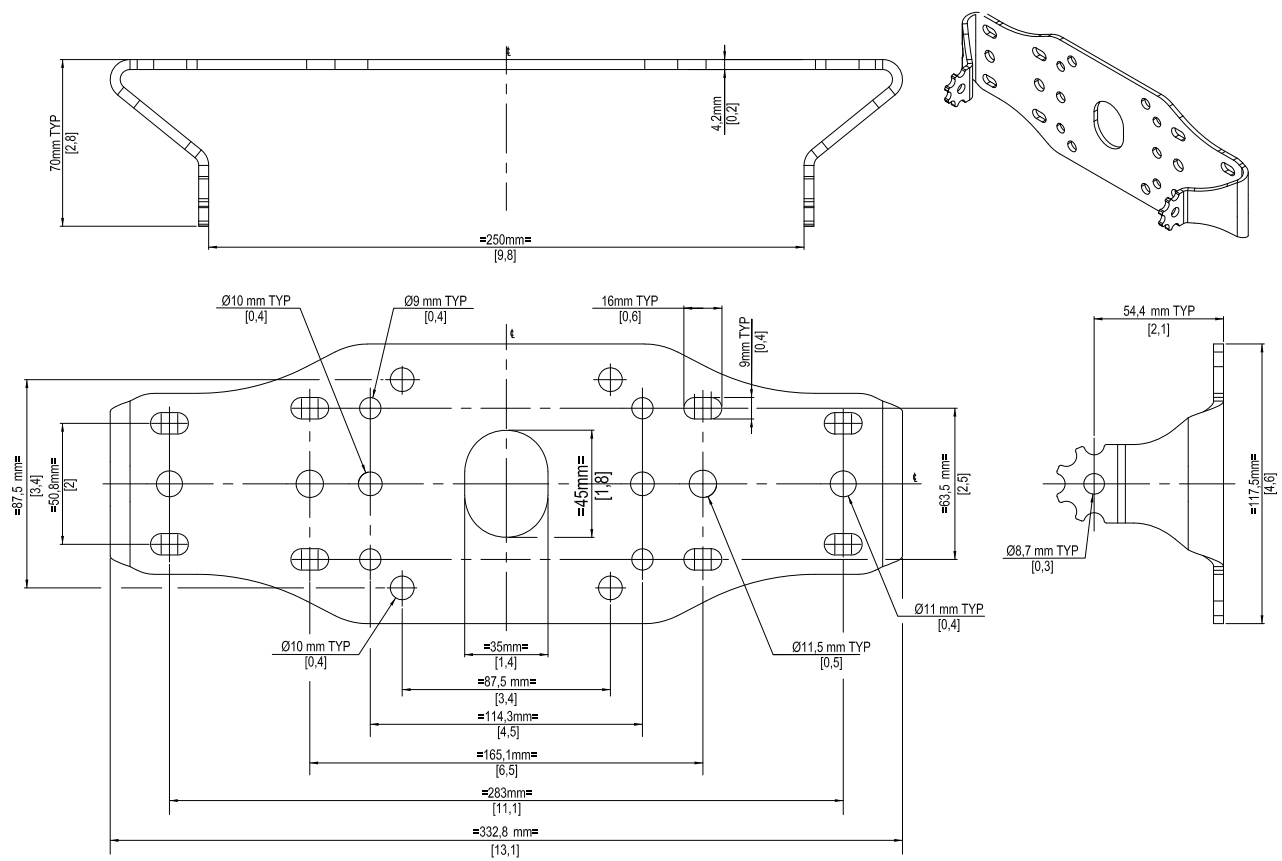

FIGURE 6 : DETAILS DE MONTAGE DES TROUS RMLSB
2. Déterminer la distance de montage appropriée entre les trous des supports pour votre application. Voir la Figure 6.